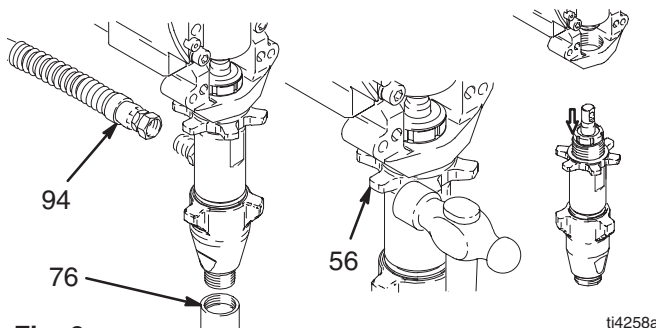

Fig. 9
5. Fig. 9. Afmonter sugerøret (76), slangen (94) og eventuelle låseskiver og O-ringe.
6. Løsn pumpens kontramøtrik (56). Skru pumpen af.
2. Monter pumpens stift (44). Sørg for, at holdefjederen (43) sidder ind i rillen på plejstangen (85).
5. Fig. 9. Monter låseskiverne, O-ringene og sugerøret (76) og slangen (94).